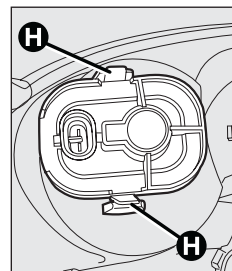

fig. 24
- pour remplacer le feu antibrouillard arrière décrocher les pinces **H** fig. 24, retirer la protection et remplacer la douille à "baïonnette".